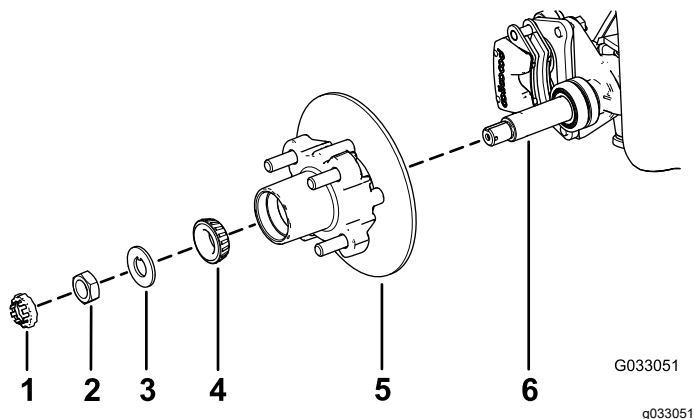

Figura 27
1. Aplicați un strat subire de lubrifiant specificat pe ax (Figura 27).
2. Montai butucul i rotorul pe ax, cu rotorul în interior (Figura 27).
3. Montai rulmentul exterior pe ax i aezai rulmentul pe calea de rulare exterioară (Figura 27).
4. Montai aiba de siguranță pe ax (Figura 27).
5. Înfiletați piulia pe ax i strângeți-o la un cuplu de 15 N·m, în timp ce rotiți butucul pentru a fixa rulmentul (Figura 27).
2. Aliniați plăcuțele de frână de o parte i de alta a rotorului (Figura 23) i orificiile din suportul etrierului cu orificiile din suportul de frână al cadrului axului (Figura 27).